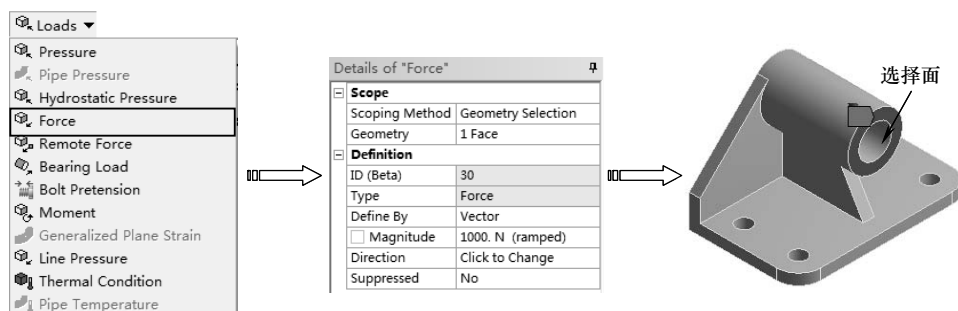

图 5-76 施加力
3) 单击【Environment】工具栏上的【Loads】|【Force】命令，单击【图形】工具栏上的选择模式下的【Single Select (单选)】按钮 ，然后再单击【Face (选择面)】按钮 ，在【Details of “Force”】列表中单击【Scope】选项下的【Scoping Method】项，选择如图 5-76 所示表面，单击【Geometry】项中的【Apply】按钮，在【Magnitude】文本框中输入 1000，如图 5-76 所示。